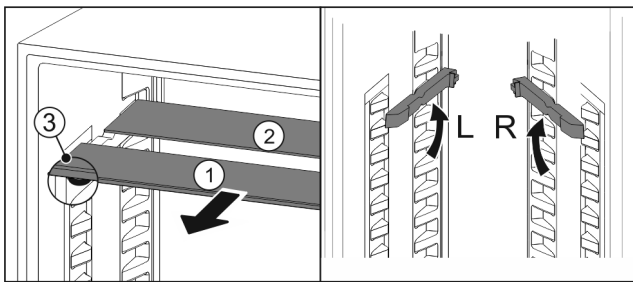

Fig. 163
- Sortir les tablettes par l'avant Fig. 163 (1).
- La tablette en verre Fig. 163 (1) avec bordure décorative est située à l'avant.
- Les butées Fig. 163 (3) sont orientées vers le bas. Appareil avec compartiment congélateur :*